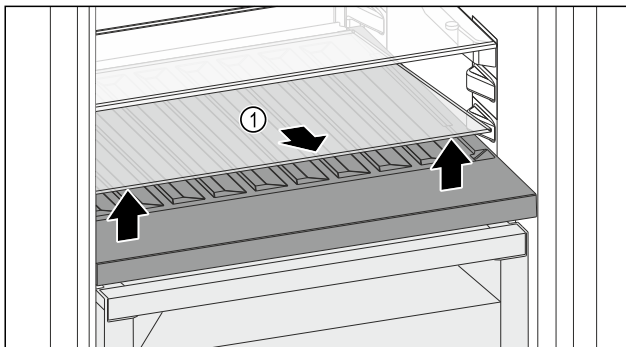

Fig. 84
- ▶ Glasplatte Fig. 84 (1) an der Aussparung vorne anheben und herausnehmen.
- ▶ Glasplatte Fig. 84 (1) außerhalb des Geräts sicher aufbewahren.
- ▶ Glasplatte (2) unter der variablen Flaschenablage einlegen.